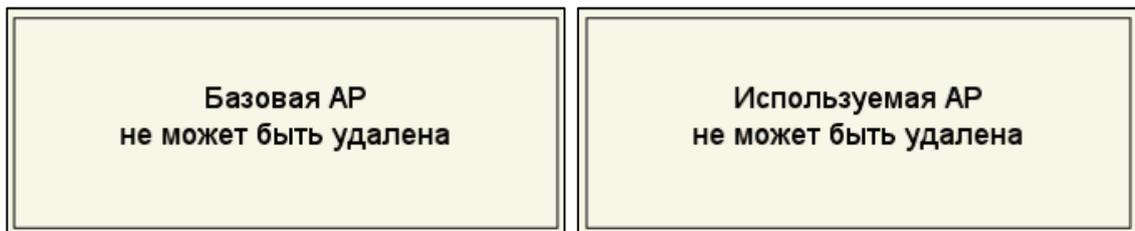

Рисунок 25
**ВНИМАНИЕ:** УДАЛИТЬ БАЗОВУЮ AP ИЛИ ИСПОЛЬЗУЕМЫЙ (ТЕКУЩИЙ) НАБОР ПАРАМЕТРОВ AP НЕЛЬЗЯ, ПРИ ПОПЫТКЕ УДАЛЕНИЯ ОТКРОЕТСЯ СООТВЕТСТВУЮЩЕЕ ИНФОРМАЦИОННОЕ ОКНО (РИСУНОК 25)!